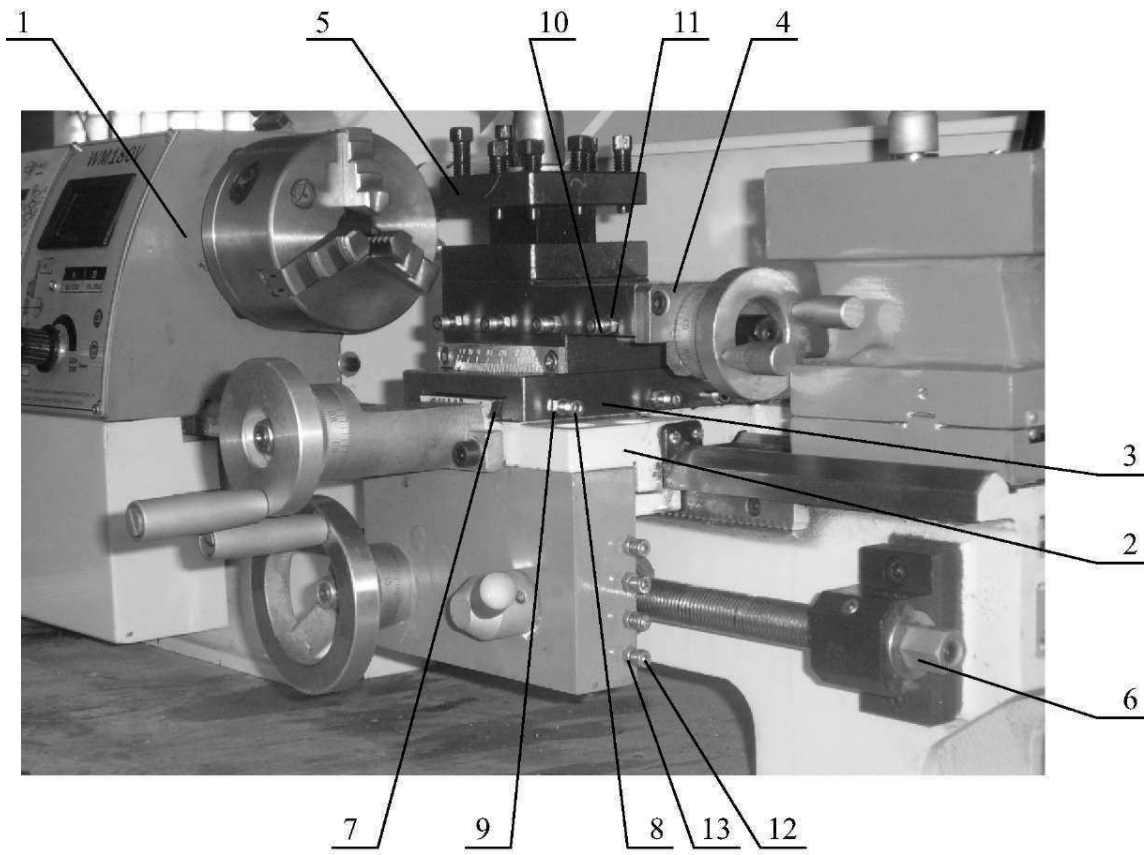
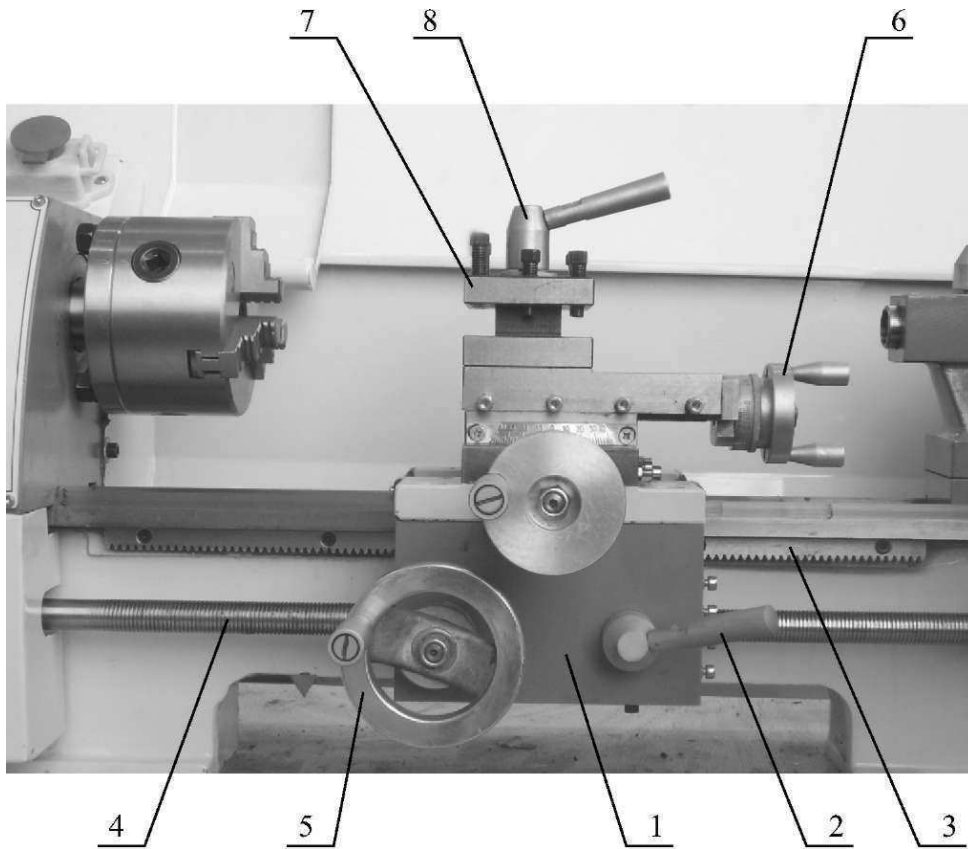
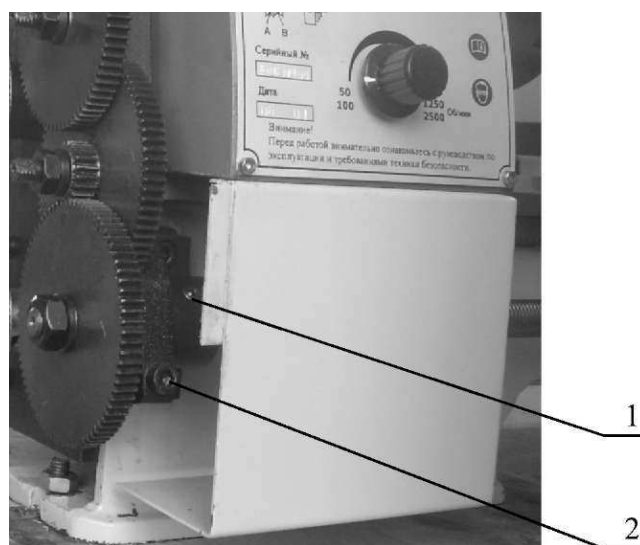

Рис. 4
Рис. 5
Рис. 14
Передняя бабка 1 (Рис. 4) закреплена на станине четырьмя болтами. В ней установлен шпиндель на двух прецизионных конических роликовых подшипниках и распо-
Каретка 2 (Рис. 4) является базирующим элементом суппорта. Она изготовлена из высококачественного чугуна. Продольные направляющие каретки отшлифованы и точно сопряжены с направляющими станины. Необходимый зазор между направляющими станины и каретки обеспечивается прижимными планками, расположенными на нижней плоскости каретки.
Фартук 1 (Рис. 5) установлен на каретке. Для включения автоматической или ручной подачи от ходового винта на фартуке имеется маточная гайка, которая состоит из 2-х полу гаек. Включение подачи производится поворотом пусковой рукоятки 2 (Рис. 5), вследствие чего полу гайки сводятся и входят в контакт с ходовым винтом. Зубчатая рейка 3 (Рис. 5) установлена на станине и обеспечивает ручное продольное перемещение суппорта, которое производится вращением маховика на фартуке.
Поперечные салазки 3 (Рис. 4) установлены на верхние (поперечные) направляющие каретки соединением «ласточкин хвост», зазоры в соединении регулируются клином. Перемещение салазок обеспечивается вращением маховика. Для отсчета величины перемещения салазок на маховике имеется лимб.
Верхние салазки 3 (Рис. 4) установлены на поперечные салазки. Перемещение подвижной части верхних салазок производится вращением маховика. Для отсчета величины перемещения салазок на маховике имеется лимб.
Ходовой винт 4 (Рис. 5) расположен вдоль передней части станины и служит для продольной автоматической подачи. С левой стороны он соединен с коробкой передач. Ходовой винт имеет две подшипниковые опоры. Осевой зазор винта в опорах регулируется шестигранной гайкой 6 (Рис. 4)
Вращением маховика 5 (Рис. 5), находящегося на фартуке, по часовой стрелке происходит перемещение суппорта в сторону за дней бабки (вправо), при вращении маховика против часовой стрелки суппорт перемещается в сторону передней бабки (влево).
Включение механической подачи суппорта осуществляется поворотом рукоятки маточной гайки 2 (Рис. 5) вниз, для выключения - вверх. Направление механической подачи связано с направлением вращения шпинделя: при прямом вращении (против часовой стрелки), суппорт перемещается в сторону передней бабки (влево), при обратном вращении (по часовой стрелке), суппорт перемещается в сторону задней бабки (вправо).
Перемещение верхних салазок производится вращением рукоятки 6 (Рис. 5) по часовой, или против часовой стрелки.
Для установки инструмента в рабочее положение резцедержатель 7 (Рис. 5) поворачивается вокруг оси на 360° и имеет 4 фиксатора положения для установки инструмента под углом 90° к оси вращения шпинделя. Для этого необходимо ослабить
центральную зажимную рукоятку 8 (Рис. 5), повернуть резцедержатель и снова произвести зажим рукояткой.
**8.4.** Смазку подшипников ходового винта продольной подачи производите ежедневно через смазочные отверстия 1 (Рис. 14) и 7 (Рис. 4) жидкой смазкой.
9.1.1. Резцедержатель 5 (Рис. 4) расположен на подвижной части верхних салазок и обеспечивает закрепление 4-х инструментов. Для извлечения станка из ящика выверните шурупы (саморезы) на нижней части боковых стенок ящика. Снимите колпак ящика с основания.
Ослабьте запорный винт 2 (Рис. 14) на гитаре.
Отведите гитару 3 (Рис. 14) вправо.
Отверните гайку 4 (Рис. 14) ходового винта и гайки 5 (Рис. 14) на осях гитары, снимите зубчатые колеса.